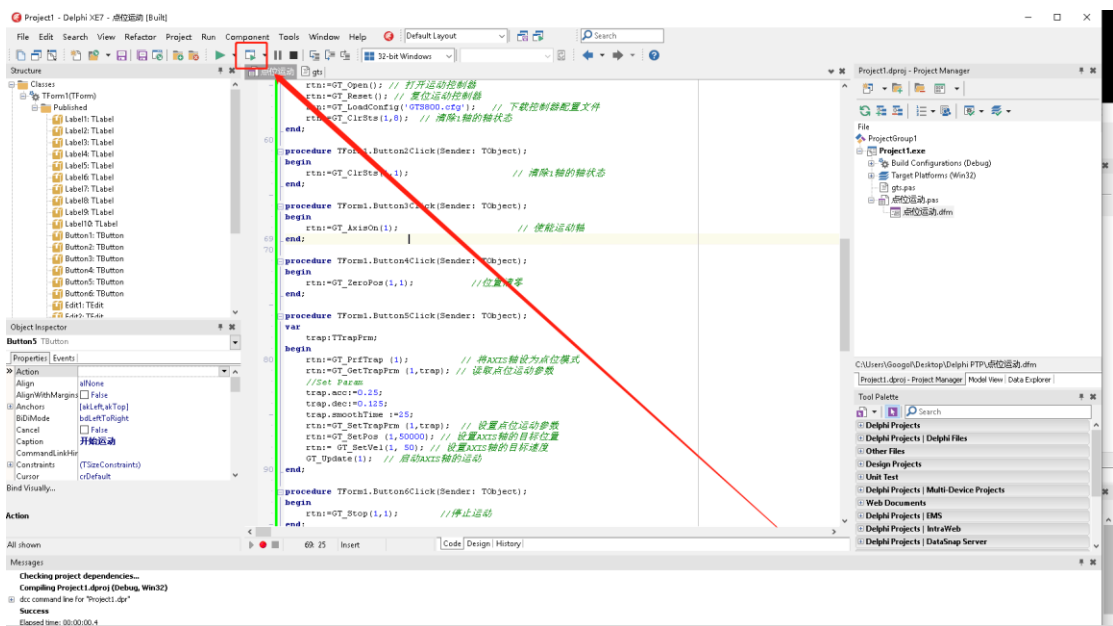

图27
15、检查代码没有错误后，开始调试运行按F9，或者点击如图所示按钮，如图27